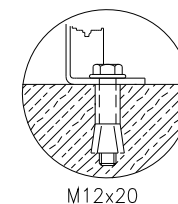

Fig. 3.3
2. Eseguire i fori nel pavimento (indicati in figura 3.2) per poter posizionare i tasselli ad espansione (fig. 3.3), pulire la superficie predisposta per l'installazione del quadro.